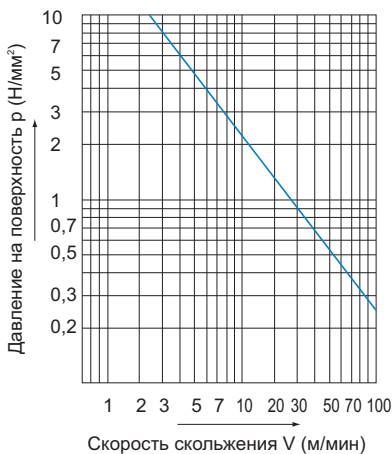

Рис. 1 Значение pV
В подшипнике скольжения, величину pV , являющуюся производным давления на контактную поверхность (p) и скорости скольжения (V), применяют для определения того, возможно ли использование данной модели. Используйте соответствующее значение pV , указанное на Рис. 1, как ориентир при выборе переходной гайки. Значение pV также изменяется в зависимости от условий смазывания.